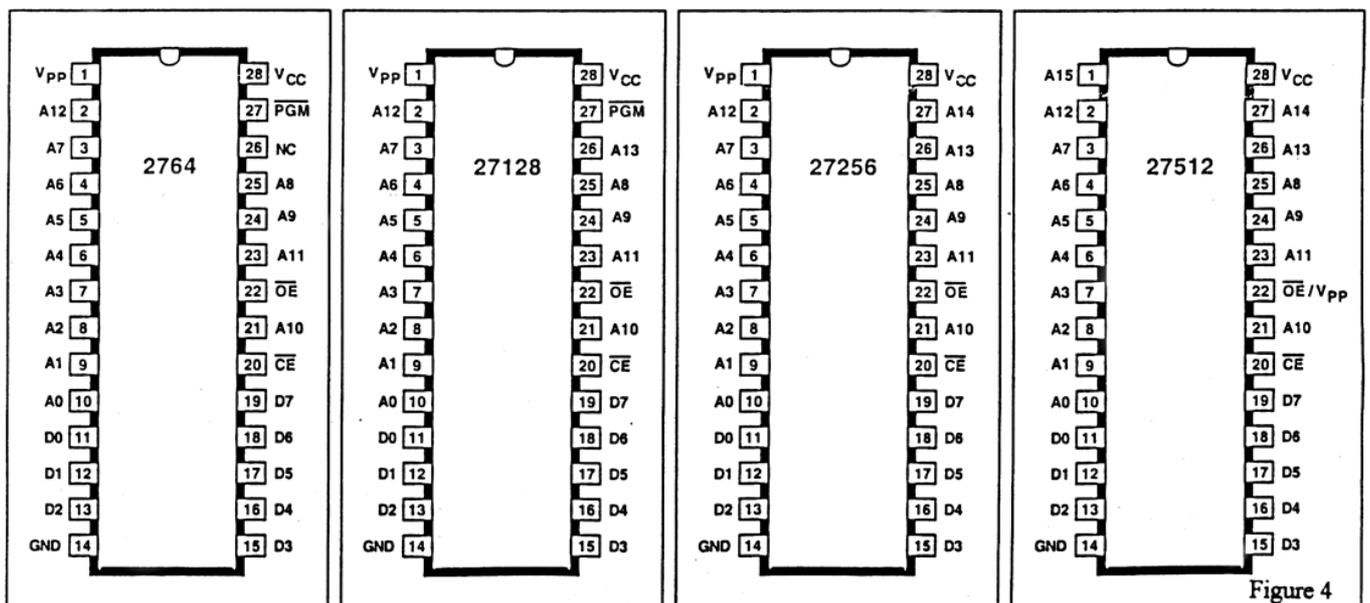

Figure 4
Comme nous vous l'avons déjà indiqué, l'Oric-1 a été conçu à l'origine pour recevoir deux puces de type 2764 de 8 koctets. Mais très rapidement, une seule puce a été utilisée, la 27128 de 16 koctets, dont le brochage est similaire (figure 4). La figure 4 vous montre également que le brochage de ces deux puces est compatible avec celui des 27256 et 27512. Notez au passage que la capacité de ces EPROM est codée en bits et comme un octet a 8 bits une EPROM de type 2764 par exemple contient 64 kbits soit $64/8 = 8$ koctets.
Toutes ces EPROM ont 28 broches. Les 8 lignes de data D0 à D7 correspondent toujours aux broches 11, 12, 13, 15, 16, 17, 18 et 19. Les adresses correspondant aux 8 koctets (soit #2000 octets) de la 2764 vont de #0000 à #1FFF soit en binaire de 0 0000 0000 0000 à 1 1111 1111 1111, ce qui nécessite 13 lignes d'adressage pouvant prendre les valeurs 0 ou 1. On trouve ces 13 lignes A0 à A12 sur les broches 10, 9, 8, 7, 6, 5, 4, 3, 25, 24, 21, 23 et 24, comme vous pouvez le voir sur la figure 4. Les broches restantes correspondent à l'alimentation (masse, broche 14 et +5V, broche 28), à la programmation (Vpp, mode programmation, broche 1) ou à diverses commandes telles \overline{CS} (Chip Select, ici notée \overline{CE} ou Chip Enable, broche 20), \overline{OE} (Output Enable, broche 22) et $\overline{ROM-DIS}$ (ROM disable, ici notée PGM, broche 27). Enfin la broche 26 n'est pas connectée (NC).